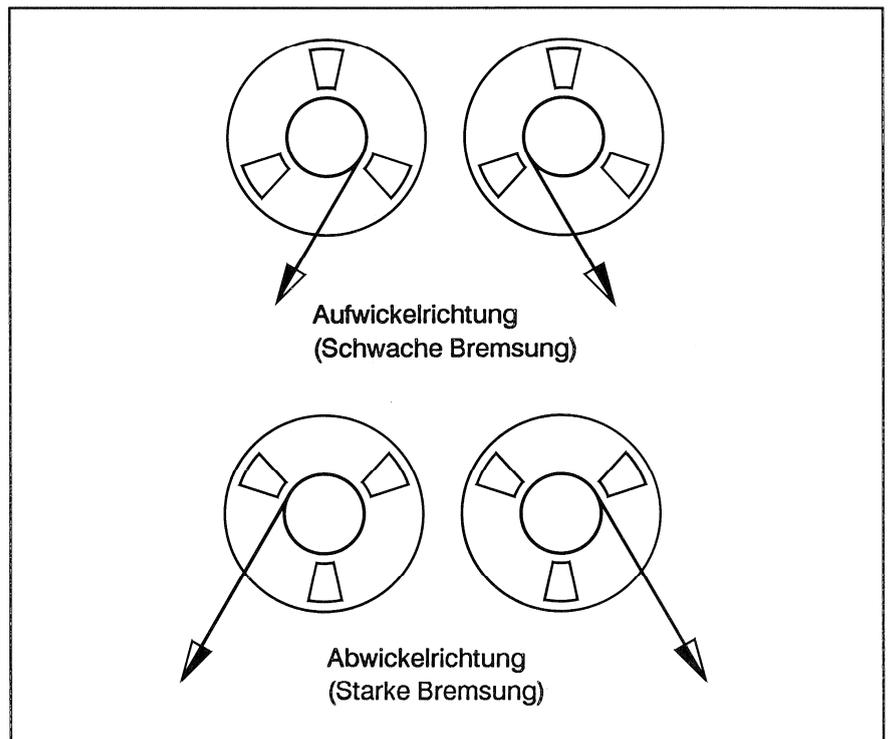

Fig. 17
- Leerspule mit 2 bis 3 m Band in der Aufwickelrichtung auflegen, Fig. 17.
- Leerspule mit 2 bis 3 m Band in der normalen Betriebslage auflegen, Fig. 17.